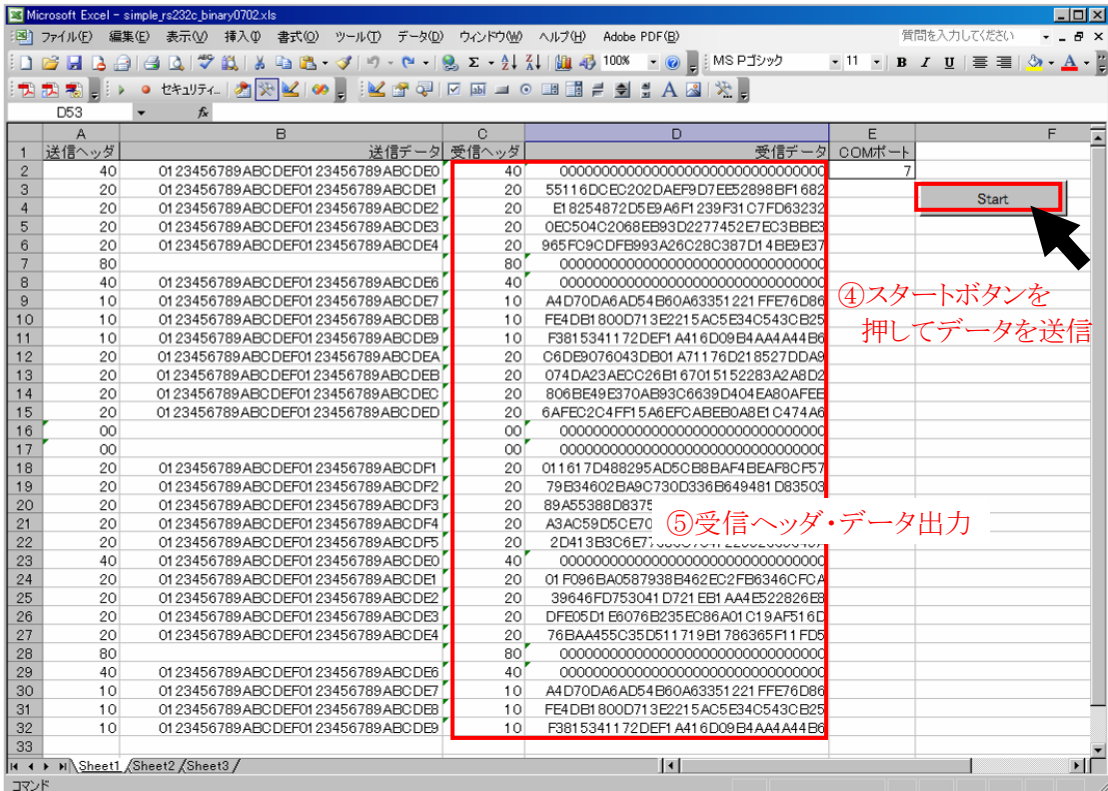

図 29 サンプル EXCEL ファイル実行後のウィンドウ
- ④ 列 A と B を記入したならば「Start」ボタンをクリックすることでコマンドが連続的に実行され, 図 29 のように列 C と D に結果が出力される。
- ⑤ 列 C はその行で実行した 4 ビットのコマンド+4 ビットのステータス(エラー)情報を示している。この例ではエラーが発生していないので, ステータスは常に 0 である。エラーが発生したときの値は, アルゴリズムテストエラーが C(=1100), 鍵比較エラーが A(=1010), 鍵テストエラーが 9(=1001)である。またそれと同時に, FPGA ボード上のステータスを示す LED の D5 とエラーの種類に応じて D6(アルゴリズムテストエラー), D7(鍵比較エラー), D8(鍵テストエラー)が点灯する。